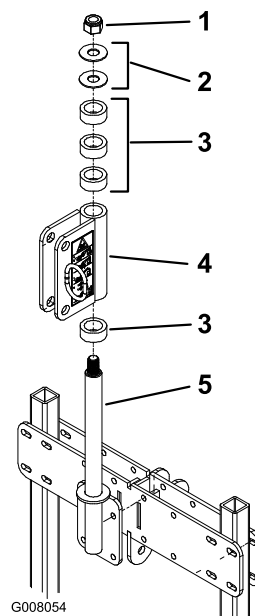

Figure 11
10. Insérez une entretoise de tuyau et le pivot d'attelage sur l'ensemble axe (Figure 11).
11. Insérez (3) entretoises de tuyau et (2) rondelles sur l'ensemble axe. Fixez le tout avec un contre-écrou de 1" (Figure 11).